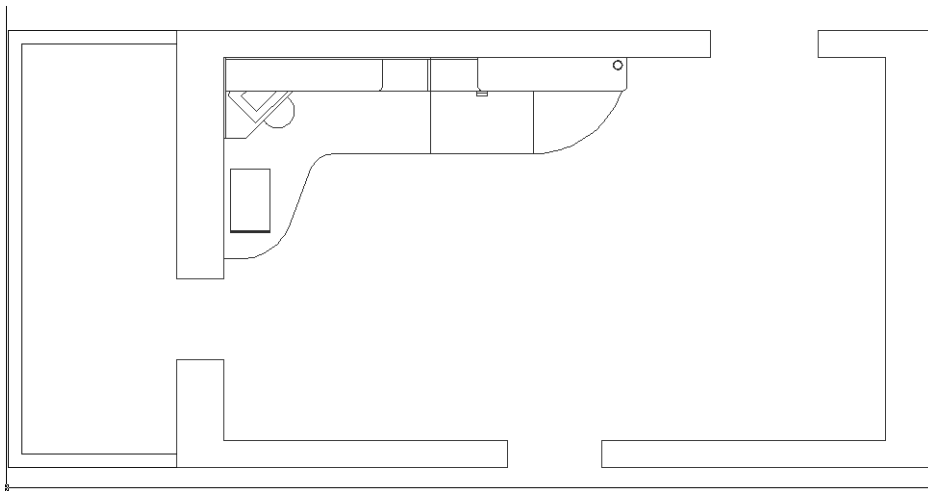

Рис. 7.6 ▼ Контуры балкона и стен с дверными проемами созданы
16. Сместите контур балкона внутрь на 100 мм, затем примените инструмент **Расчлнить** (Explode) для расчленения обоих прямоугольников на отдельные линии, удалите правые вертикальные линии обоих контуров и продлите горизонтальные линии внутреннего контура стенки балкона до наружного контура стены детской (рис. 7.6).